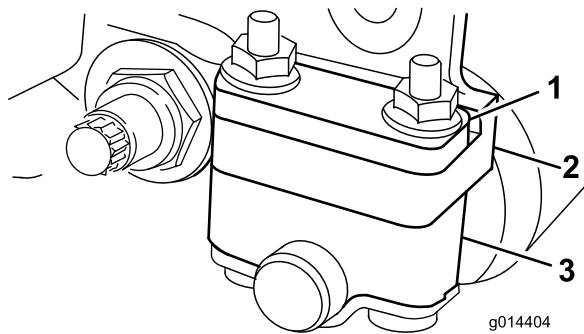
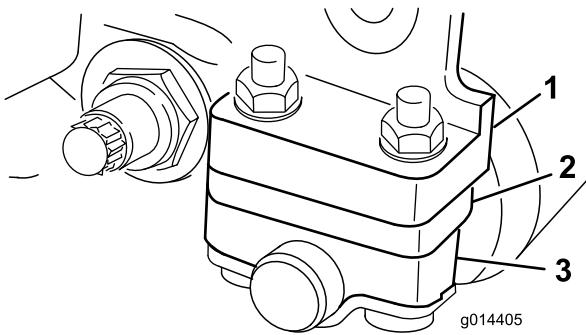

図 6
図 7
使用する刈高によって、後ローラブラケットの取り付け位置を変更する必要があります（図 6 または 図 7）；低位置または高位置のどちらかに設定します。
- 刈高 1.6 mm–6.4 mm の場合：スペーサをサイドプレート取り付けフランジの上（出荷時の設定）にセットする（図 6）。
- 刈高範囲が 3.2–25.4 mm の場合は、スペーサを取り付けフランジの下にセットする（図 7）。
4. 必要に応じてスペーサを、ローラブラケットの上または下にする（図 6または図 7）。